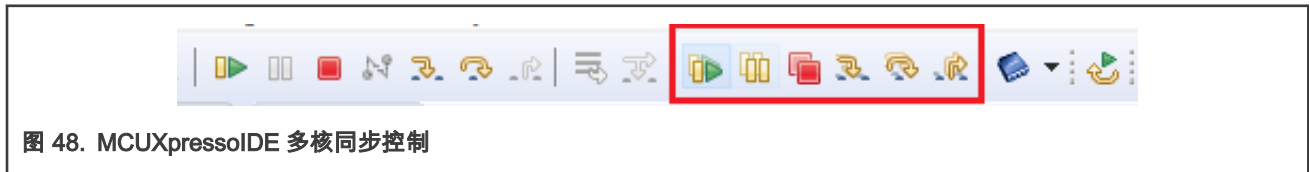

图 48. MCUXpressoIDE 多核同步控制
- 使用暂停所有调试会话和恢复所有调试会话按钮（图 48 中突出显示）。